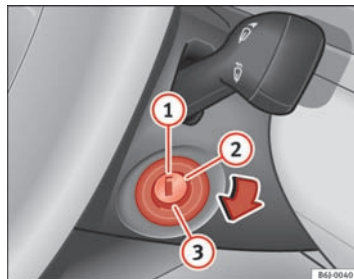

Fig. 99 Stillinger i tændingslåsen
I denne stilling ⇒ Fig. 99 er tændingen afbrudt og motoren standset, og rattet kan låses.
- Drej tændingsnøglen til stilling ⇒ Fig. 99 ②. Mens motoren forgløder, lyser kontrollampen t.
- Drej tændingsnøglen til stilling ③ for at starte motoren, når kontrollampen ikke længere lyser – trød ikke på speederen.
- Drej tændingsnøglen til stilling ⇒ Fig. 99 ①.